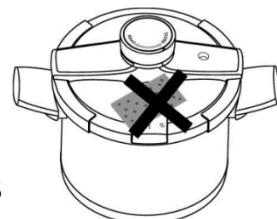

Fig.5
13. Il est interdit de mettre quoi que ce soit sur la soupape de limitation de pression (Fig. 5).